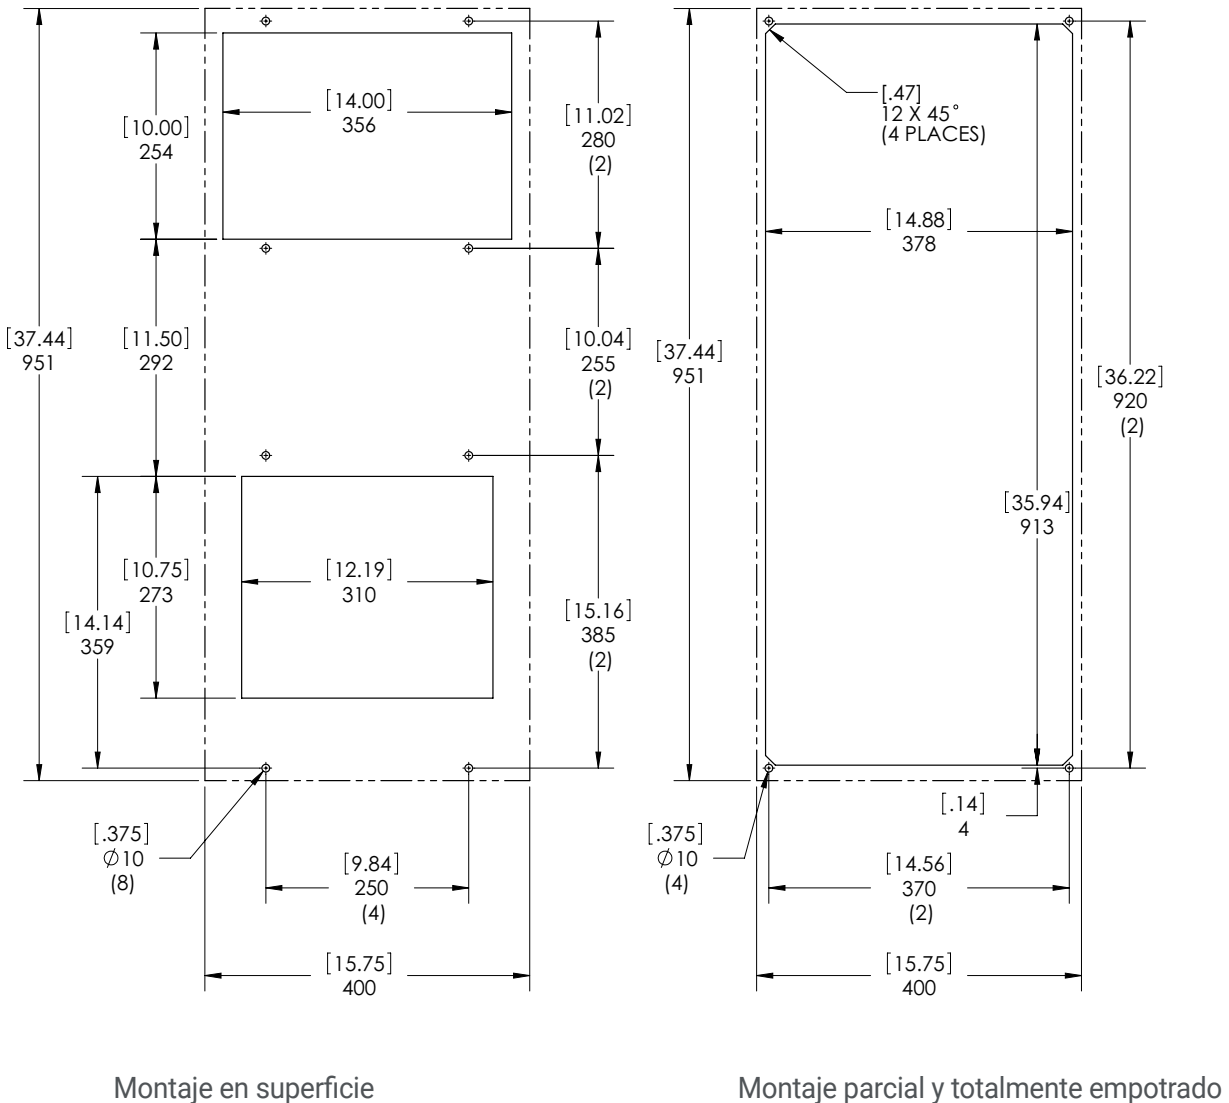

Ilustración 9
2. Prepare el gabinete usando la plantilla de recortes que se proporciona con la unidad. Consulte Ilustración 9. La parte frontal de la unidad requiere de un espacio de medio metro para un flujo de aire adecuado. Se requieren cinco centímetros a cada lado de la unidad. Para evitar el desbordamiento del condensado, la unidad debe montarse a 3° de la horizontal.